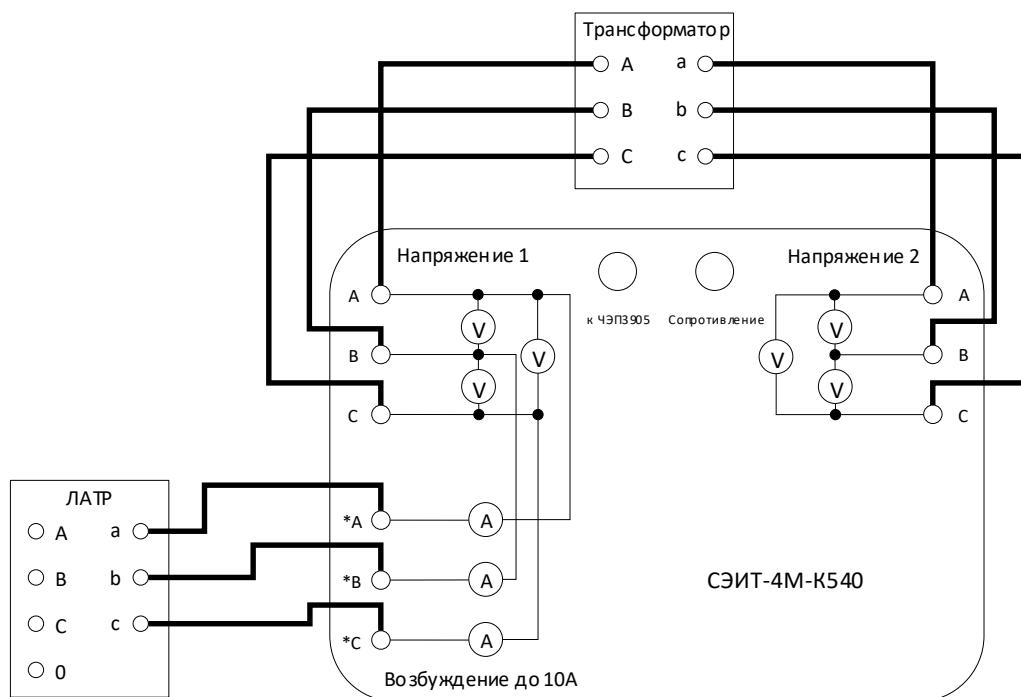

Рис. 7. Схема соединений для трехфазного измерения коэффициента трансформации
**5.2.1.** Для измерения коэффициента трансформации и определения группы соединения обмоток трехфазного трансформатора необходимо собрать измерительную схему, представленную на рис. 7.